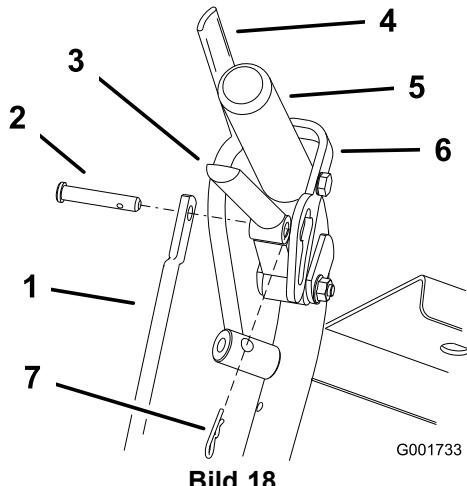
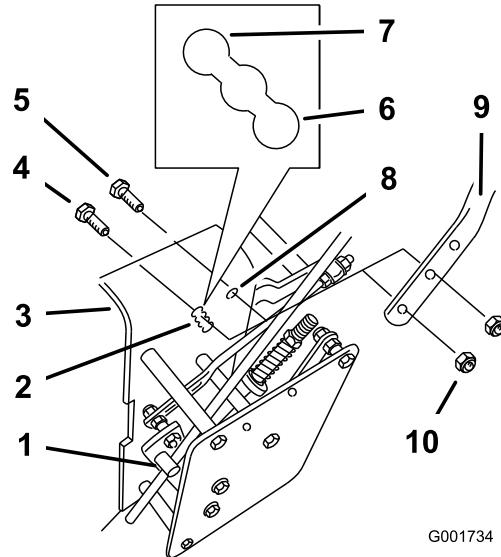

Bild 18
Bild 19
1. Entfernen Sie die Splints und Lastösenbolzen von den Antriebshebeln und den Neutral-Arretierungen (Bild 18).
2. Lockern Sie die oberen Bundschrauben (3/8" x 1-1/4") und die Bundmutter, mit denen der Bügel am Hinterrahmen befestigt ist (Bild 19).
3. Nehmen Sie die unteren Bundschrauben (3/8" x 1") und die Bundmuttern ab, mit denen der Bügel am hinteren Rahmen befestigt ist (Bild 19).
5. Stellen Sie die Länge der Schaltstange ein, indem Sie die Schaltstange im Stangen-Anschlussstück drehen (Bild 18 und Bild 19).
6. Stecken Sie den Splint zwischen den Antriebshebeln und Neutral-Arretierungen in den Lastösenbolzen (Bild 18).